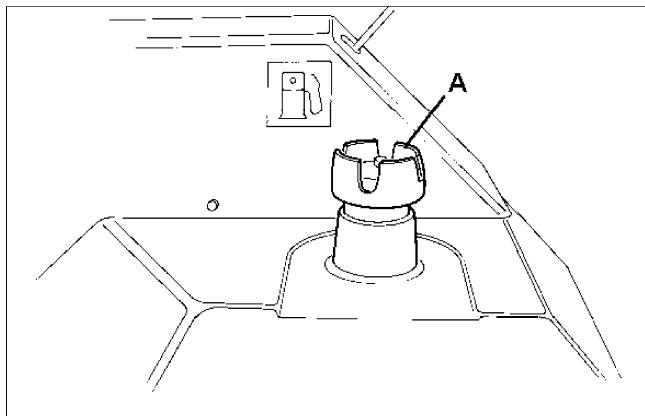
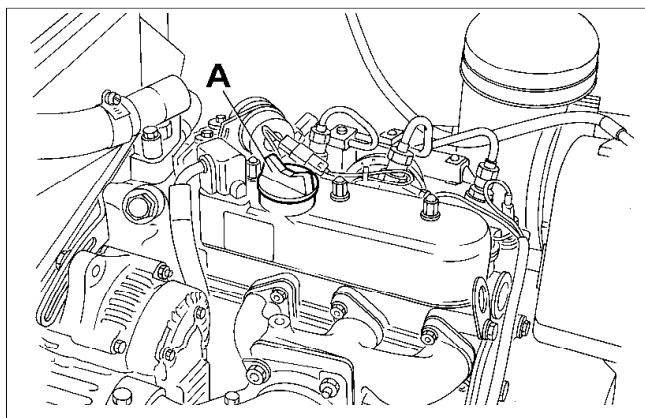
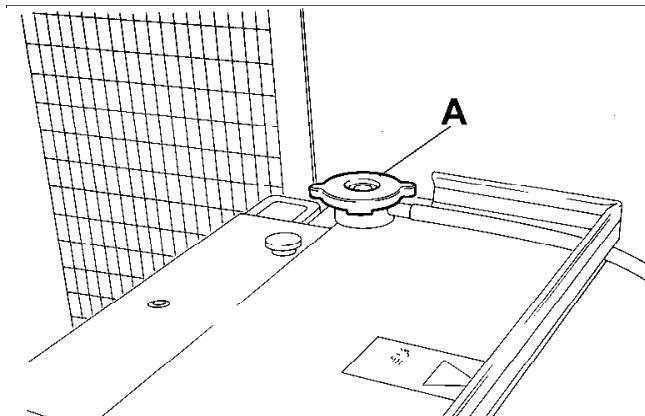
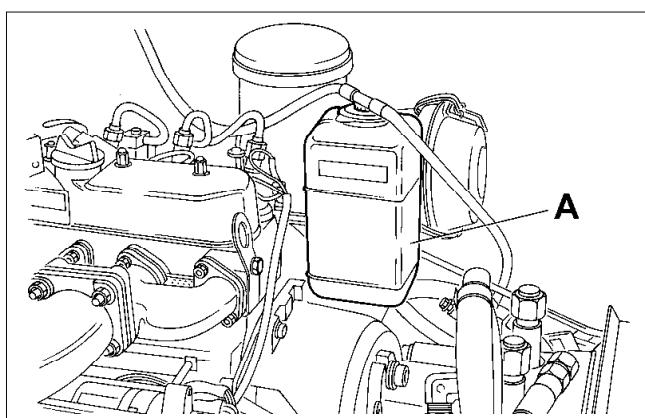

Fig.12
Fig.13
Fig.14
Fig.15
Before starting the engine it will be necessary to fill the fuel tank (A Fig.12) with Diesel fuel, fill the engine sump through the filler (A Fig.13) with oil and fill the radiator (A Fig.14) and expansion bottle (A Fig.15) with a 50% antifreeze solution.
- Fill fuel tank (A Fig.12) with Diesel fuel No. 2-D (ASTM D975).
- Fill the engine sump with oil to API classification CC/CD/CE grade through the filler (A Fig.13) (see also chart on page 14).
Fill the radiator (A Fig.14) and half fill the expansion tank (A Fig.15) with a 50% antifreeze solution. Capacity 4.26 litres (7.5 imp pints) (9.0 US pints)
Voor het starten moet de brandstoffank met dieselolie worden gevuld (A afb.12). Vul het carter met olie via de vuldop (A afb.13) en vul de radiateur (A afb.14) en de compensatietank (A afb.15) met 50% antivriesoplossing.
- (a) Vul de brandstoffank (A afb.12) met dieselolie nr. 2-D (ASTM D975).
- (a) Het carter van de motor via de vuldop (A afb.13) vullen met olie conform API classificatie graad CC/CD/CE (zie tevens tabel op pagina 14).
Vul de radiateur (A afb. 14) en vul de compensatietank (A afb.15) halverwege met 50% antivriesoplossing. Inhoud 4,26 liter.
Il faudra remplir le réservoir d'essence (Fig. 12 "A") avec du diesel avant de mettre le moteur en marche. Remplir le carter par le remplisseur (Fig. 13 "A") avec de l'huile et remplir le radiateur (Fig. 14 "A") et la bouteille d'expansion (Fig. 15 "A") avec une solution de 50 % d'antigel.
- (a) Remplir le réservoir de carburant (Fig. 12 "A") avec du diesel No. 2-D (ASTM D975).
- (a) Remplir le carter moteur avec de l'huile de classe API et de viscosité CC/CD/CE par le remplisseur (Fig. 13 "A") (voir aussi le tableau, page 14).
Remplir le radiateur (Fig. 14 "A") et remplir à moitié la bouteille d'expansion (Fig. 15 "A") avec une solution de 50 % d'antigel. Capacité : 4,26 litres.